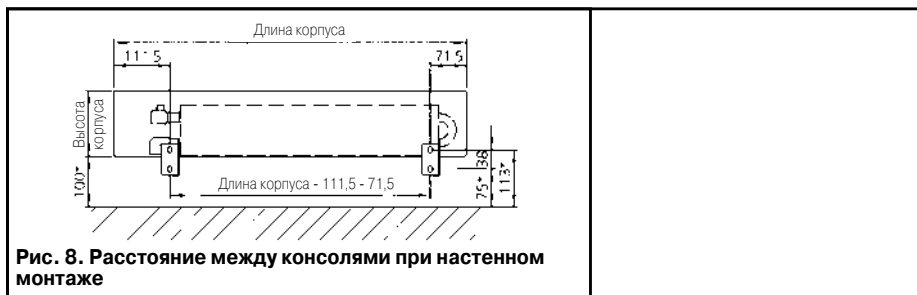

Рис. 8. Расстояние между консолями при настенном монтаже
- С помощью настенных консолей ① разметьте отверстия для настенной установки. При этом зазоры и расстояния должны соответствовать указанным на рис. 8.